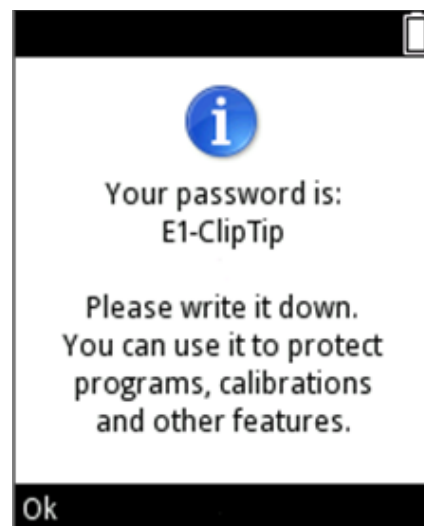

Abb. D48.
5. Auf dem Bildschirm erscheint ein Infotext zur Bestätigung des Passworts (Abb. D48). Drücken Sie  (**Ok**).